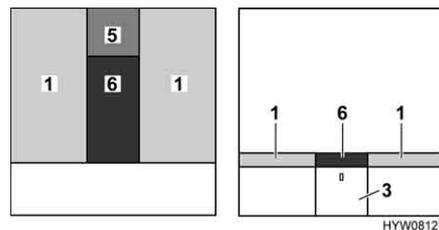

Fig. 89 Después de la transformación
- Colocar el cojín adicional (Fig. 89,5) sobre el armario de noche.
- Colocar el cojín adicional (Fig. 89,6) entre los colchones (Fig. 89,1).